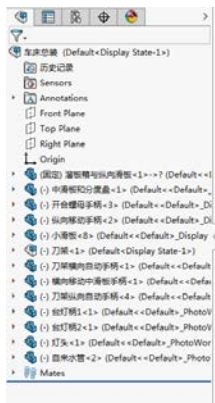

图 9-54 创建“溜板箱子装配.SLDASM”
STEP 2 通过与步骤 1 相同的操作，重新打开本书提供的素材文件“车床总装.SLDASM”，分别删除步骤 1 保留的模型文件和尾座部分，然后将装配体（含所有文件）保存为“溜板箱子装配.SLDASM”，如图 9-54 所示。